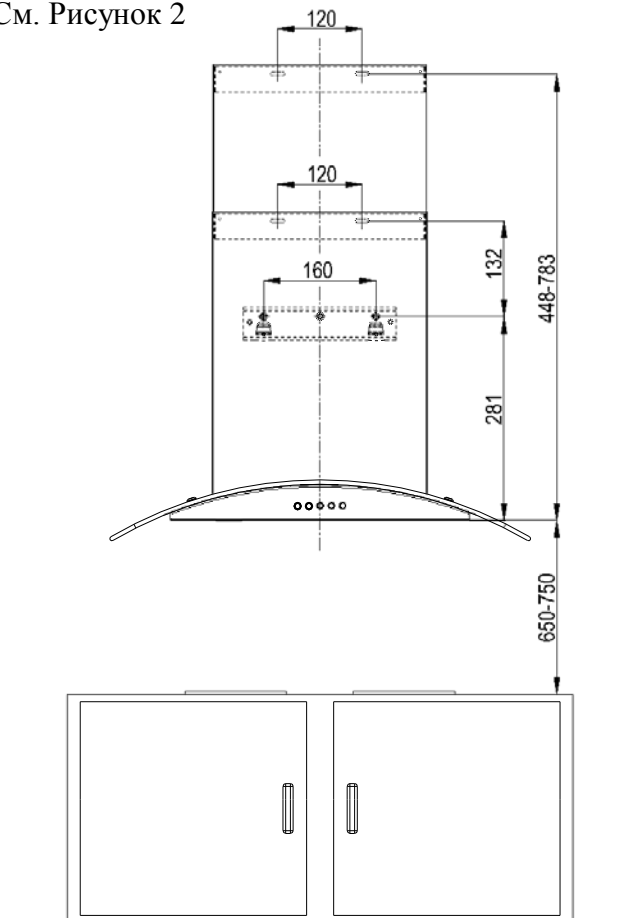
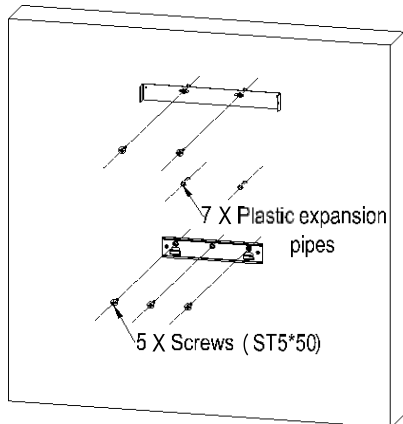

Рисунок 2
Рисунок 4
См. Рисунок 2
2. Закрепите на стене кронштейн для установки вытяжки с помощью дюбелей и винтов M5x50 мм ( 3 шт), предварительно разметив места крепления. См. Рис.4. и Рис.2